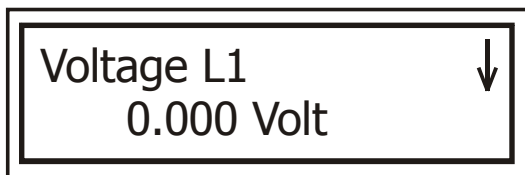

Рис. 24
3. Нажмите кнопку . На дисплее появится экран значений напряжений. Используйте кнопку , чтобы посмотреть напряжения во всех трех фазах и между фазами (рис. 24).